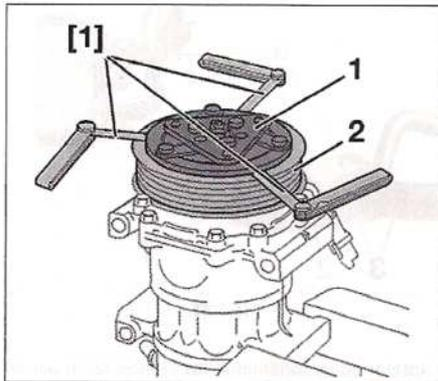

FIG. 43
- Comprobar el entrehierro insertando un juego de galgas [1] en 3 puntos diferentes entre el plato (1) y la polea (2) (Fig.43).